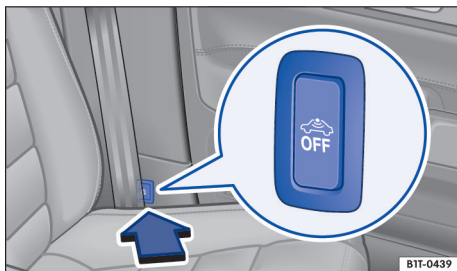

Fig. 51 Ao lado do banco do condutor: botão para desligar o monitoramento do interior do veículo e o alarme antirrebocagem.
- Pressionar o botão (🔓) → Fig. 51.